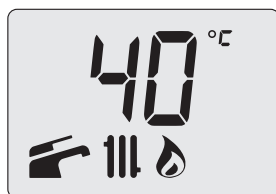

Figura 7.13
- Premendo il tasto 18 (Figura 7.2) si esce dalla "modalità programmazione" (Figura 7.13).